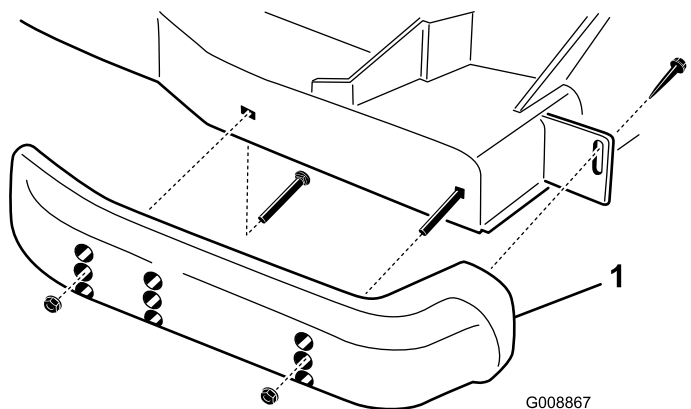

Figura 28
1. Allentate la vite davanti a ciascun pattino (Figura 28).
2. Togliete i bulloni a testa flangiata e i dadi da ciascun pattino (Figura 28).